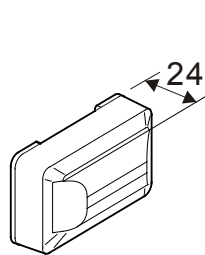

Fig. 1
- FDAI91 (Fig. 1) for frame mounting
- FDAI91 (Fig. 1) für Zargenmontage